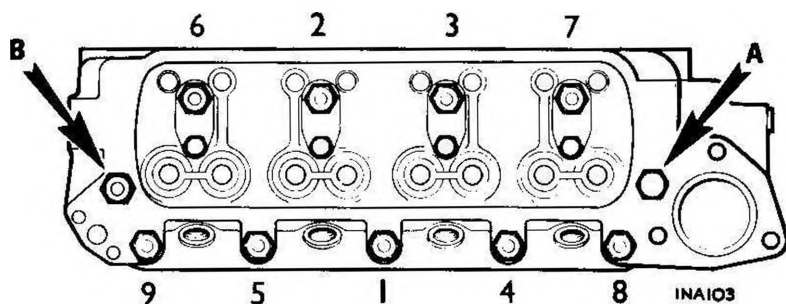

Fig. A.4
- (1) Staccare i filtri d'aspirazione d'aria
- (2) Scaricare il sistema di raffreddamento (Sez. C.1)
- (3) Togliere il coperchio dei bilancieri.
- (4) Allentare in modo progressivo e nell'ordine indicato nella Fig. A.4 i dadi di fissaggio della testa cilindri e dei supporti dell'albero. Dopo aver fatto scaricare il carico dai dadi, svitare e rimuovere i dadi dei supporti dell'albero e staccare quindi l'albero ed i supporti.
- (5) Svitare la vite di bloccaggio dell'albero al supporto anteriore.
- (6) Estrarre la copiglia spaccata e le rosette dall'estremità anteriore dell'albero.
- (16) Eseguire le operazioni della scomposizione nell'ordine inverso.
- (17) Posizionare l'estremità tappata dell'albero ed il supporto forato sul lato anteriore del motore.
- (18) Serrare i dadi della testa cilindri e dell'albero portabilancieri alla coppia prescritta e nell'ordine indicato nella Fig. A.4.
- (7) Scollegare l'astina di comando del correttore d'anticipo a depressione e togliere il coperchio dei bilancieri.
- (8) Cooper "S". Prima di allentare i dadi della testa cilindri, svitare e quindi rimuovere il bullone A ed il dado B.
- (9) Allentare in modo progressivo e quindi rimuovere i dadi della testa cilindri nell'ordine inverso di quello indicato nella Figura A.4.
- (10) Staccare l'albero portabilancieri, le aste la piastrina d'ancoraggio del radiatore alla sede della valvola termostatica.
- (11) Scollegare il manicotto superiore del radiatore ed allentare la fascetta che fissa il tubo di by-pass tra la pompa dell'acqua e la testa cilindri.
- (12) Scollegare il tubo dell'acqua del riscaldatore ed il cavo di comando dal rubinetto situato sul lato posteriore della testa.
- (13) Sfilare la testa dai prigionieri di fissaggio. Se non è possibile separarla dal blocco, battere dei colpettini leggeri ai quattro angoli con una maz-
- (14) Eseguire le operazioni del distacco nell'ordine inverso e:-
- (b) serrare in modo progressivo i dadi della testa cilindri e dell'albero portabilancieri alla coppia prescritta, riportata nelle CARATTERISTICHE PRINCIPALI. L'ordine di serraggio deve essere quello indicato nella Fig. A.4.
- Cooper "S". Il bullone ed il dado addizionali (Fig. A.4) debbono essere serrati per ultimi.
- (15) Registrare il gioco tra valvole e bilancieri, seguendo il procedimento esposto al paragrafo "Registrazione gioco valvole-bilancieri" della Sezione A.5. Avviare il motore e controllare il gioco delle valvole dopo che il motore ha raggiunto la normale temperatura di funzionamento.